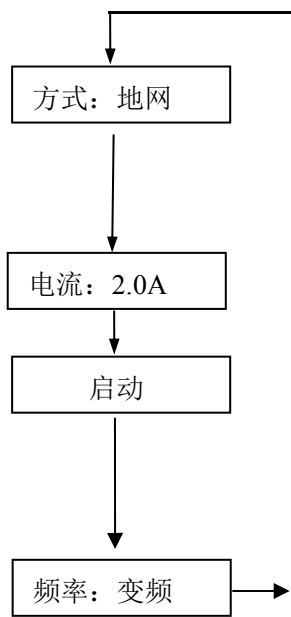

图 4
3.2、按 ▶ 键可移动光标至各菜单项，并循环指示。被选中项反白字体显示。选择键的流程见图 4 所示。